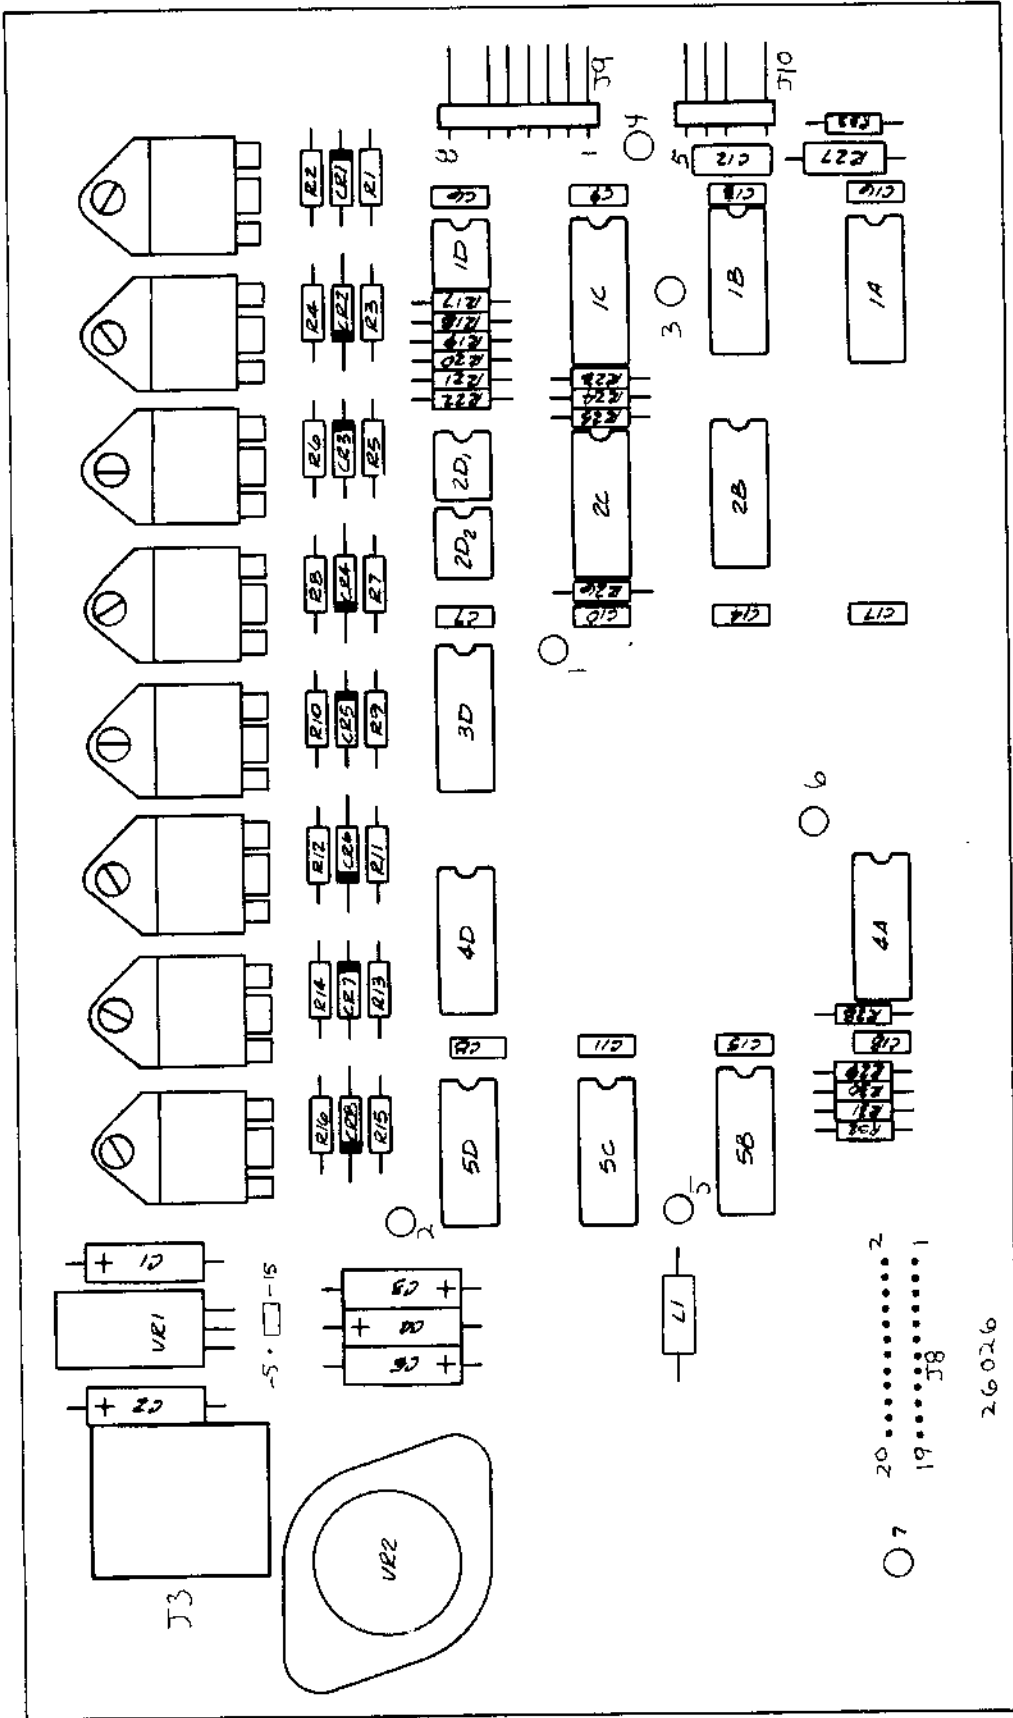

Figure 22. Stepper PCB
7.3 JUMPER OPTIONS (Actuator PCB) (Fig. 22)